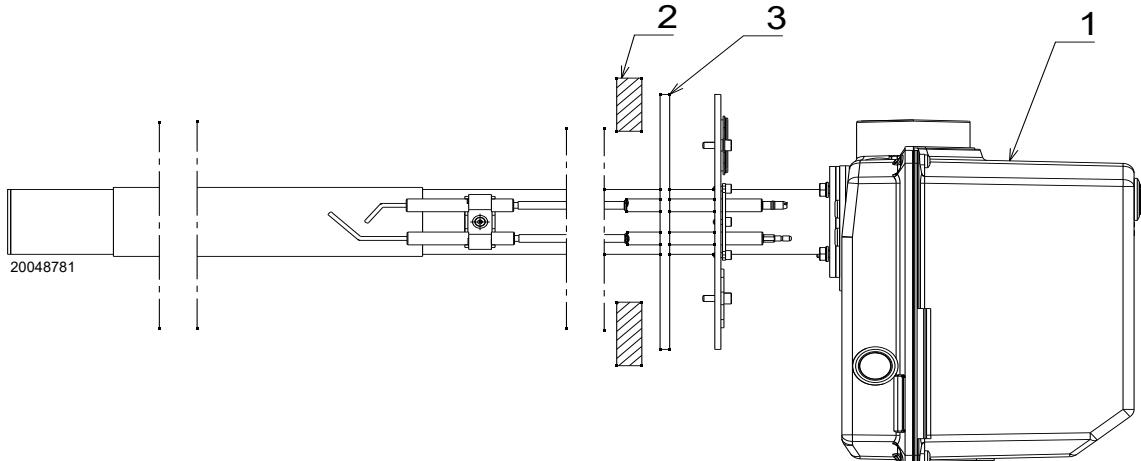

Fig. 8
- fijar el quemador 1)(Fig. 8) en el visor de la caldera 2) mediante 4 tornillos y (si es necesario) 4 tuercas, interponiendo la junta aislante 3).